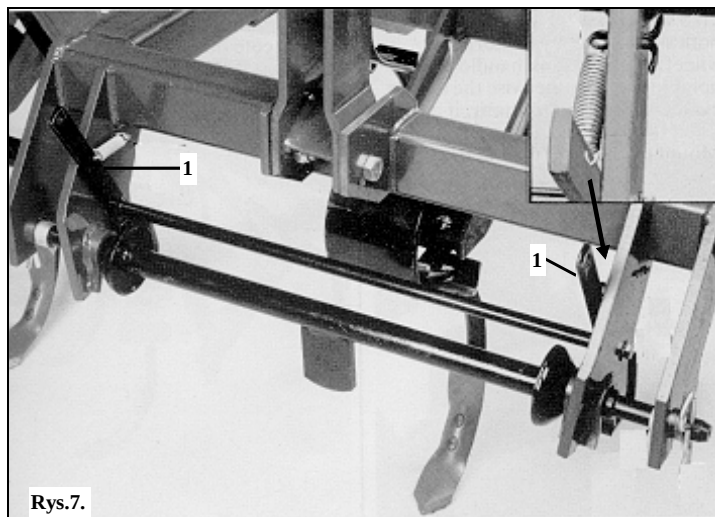

Rys.6.
- założyć belkę szybkosprzęgu na cięgła podnośnika w ciągniku (rys.6) zwracając szczególną uwagę na prawidłowe założenie tulei i przetyczki zabezpieczającej,